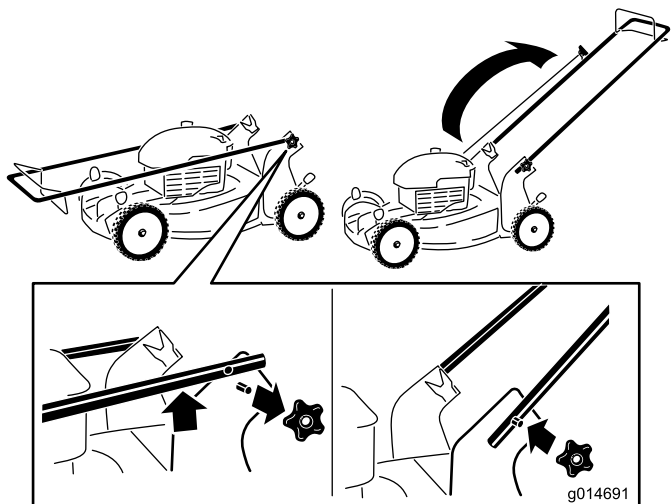

Figura 3
1. Staccate le manopole della stegola dalla scocca del tosaerba (Figura 3).
3. Montate e serrate le manopole della stegola staccate al punto 1 (Figura 3).